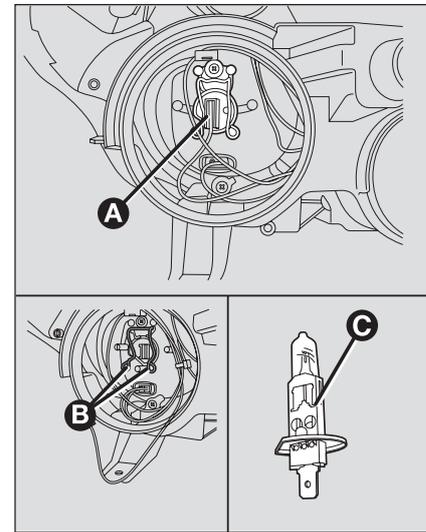

fig. 20
FEUX DE ROUTE fig. 20
- débrancher le connecteur électrique **A** - fig. 20 ;